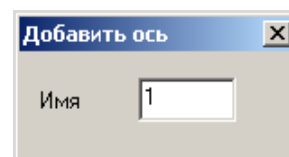

Рис.13.3.5 Окно диалога Добавить ось
- В открывшемся окне диалога **Добавить ось** (рис.13.3.5) задайте: